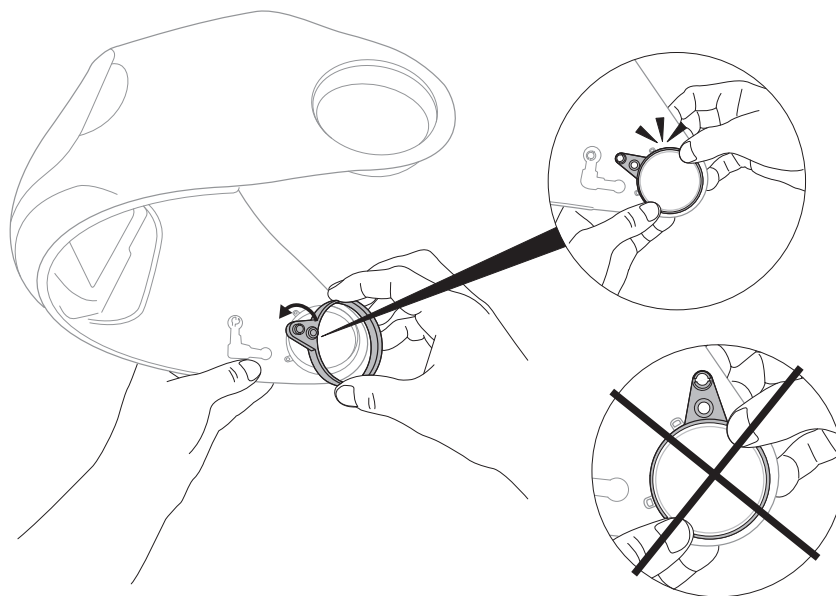

Fig. 16b
- c. Pour installer la nouvelle bague de pivot et la nouvelle charnière, positionner la bague de pivot au petit goujon du pivot, face au filtre à lentille photosensible. Il y a deux petits dispositifs d'arrêt pour la bague de pivot; le goujon va entre ces dispositifs d'arrêt. Appuyer fermement sur la bague de pivot pour l'insérer dans son grand logement circulaire jusqu'à ce qu'elle s'enclenche en place (Fig. 16b). Si celle-ci est installée correctement, la bague de pivot pivotera librement d'environ 60 degrés vers le haut et le bas.